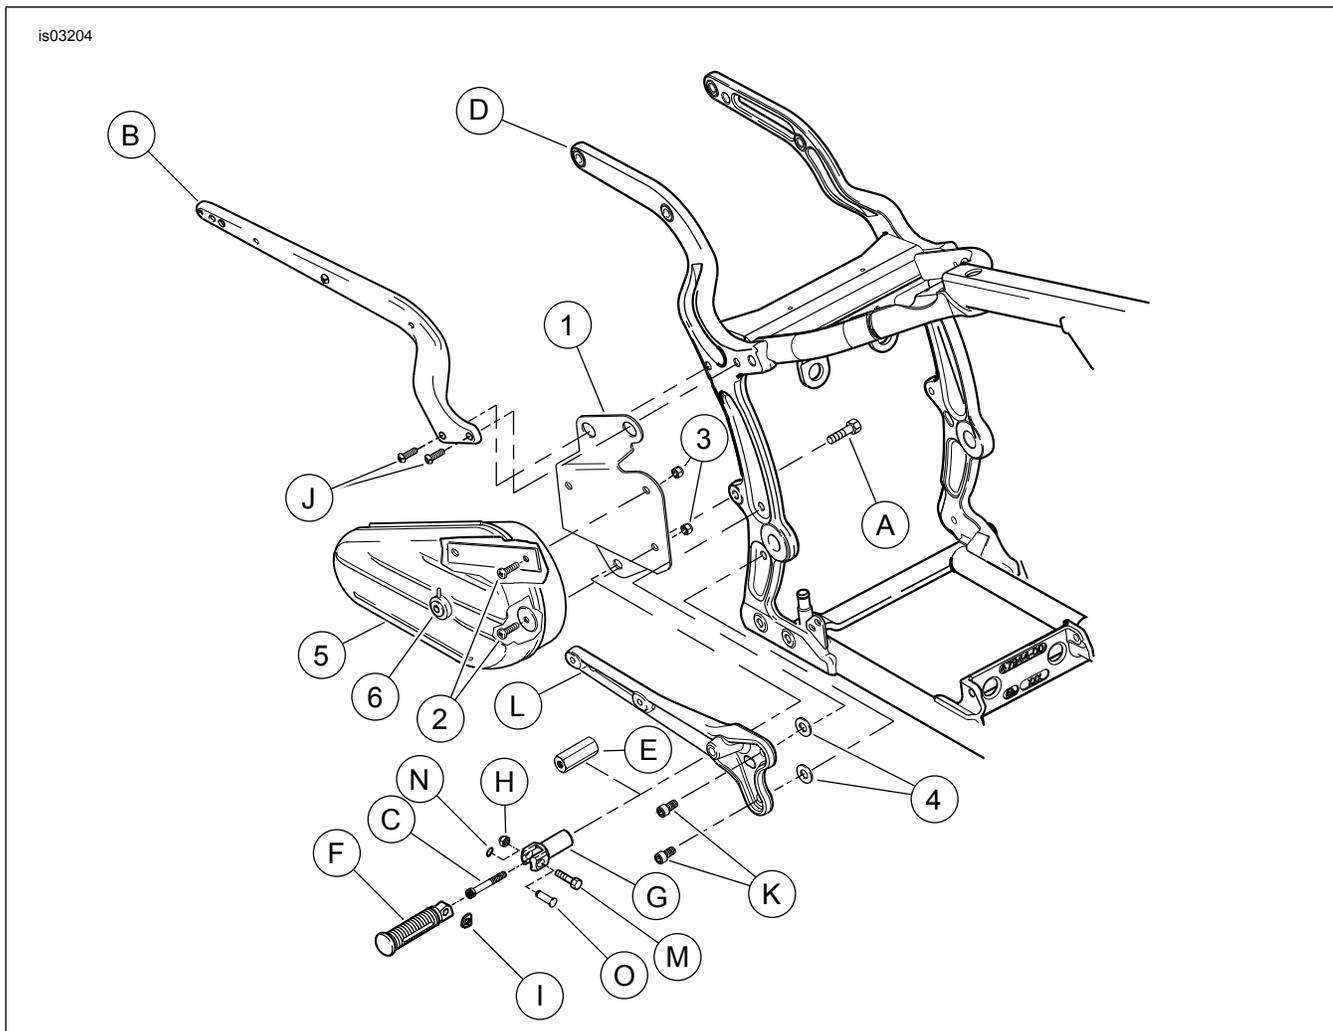

Figura 1. Piezas de servicio: kit de caja de herramientas para el lado derecho
Vea Figura 1 y Tabla 1.
1. Vea Figura 1. Sujete la caja de herramientas (5) a la pieza de soporte de montaje de la caja de herramientas (1) usando tres tornillos con cabeza troncocónica (2) y tuercas (3).
2. Extraiga los dos tornillos con cabeza de botón (J) que aseguran el soporte derecho del guardabarros trasero (B) a la estructura (D). Guarde los tornillos para el armado.
- a. Extraiga el anillo de retención (N), el pasador de horquilla (O), la arandela de presión (I) y el apoyapiés (F).
- b. Extraiga el tornillo con cabeza de casquillo (C) que asegura el soporte del apoyapiés (G) a la estructura (D).
- c. Quite los dos tornillos con cabeza de casquillo (K) del soporte del escape (L).
- d. Extraiga la tuerca de seguridad (H), el tornillo (M), la arandela de presión (I) y el apoyapiés (F).
- e. Extraiga el tornillo (A o C) que asegura el soporte del apoyapiés (G) a la estructura (D).